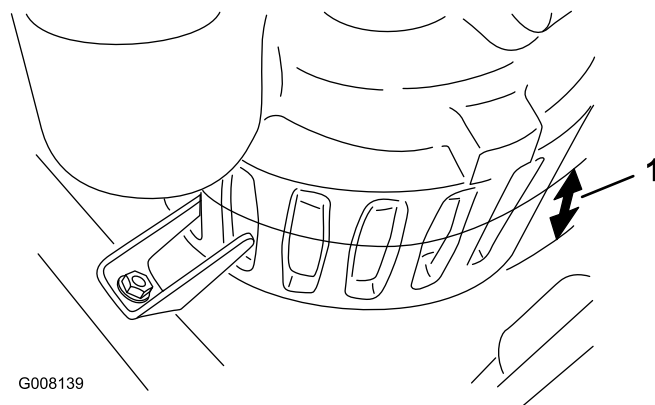

Figura 8
1. Măsurăți adâncimea apei în partea cea mai de jos a buncărului. Dacă adâncimea apei este mai mică de 63,5 mm (la jumătatea fantelor de pe pompă), săpați o gaură de 30,5 cm x 30,5 cm x 5 până la 7,6 cm adâncime pentru a coborî pompa în gaura respectivă (Figura 8).